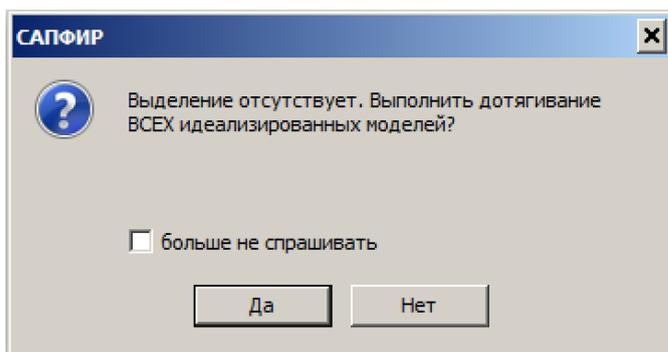

Рис.6.25. Диалоговое окно САПФИР
- В открывшемся диалоговом окне **САФИР** (рис.6.25) щелкните по кнопке **Да**.